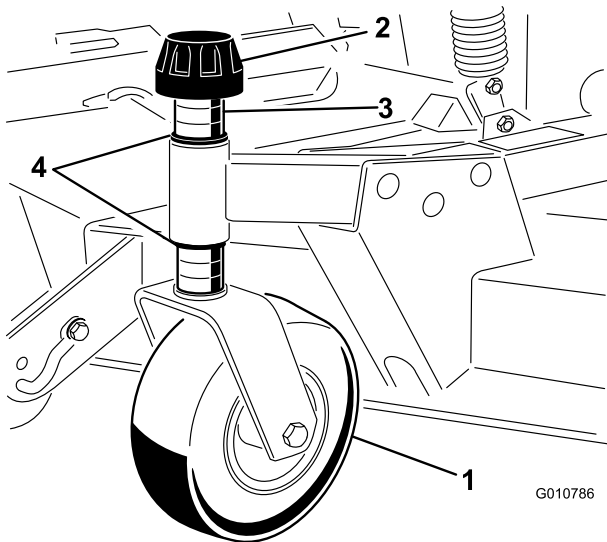

Figura 8
1. Retire a tampa de fixação do eixo roscado e desloque o fuso para fora do braço da roda giratória frontal (Figura 8).